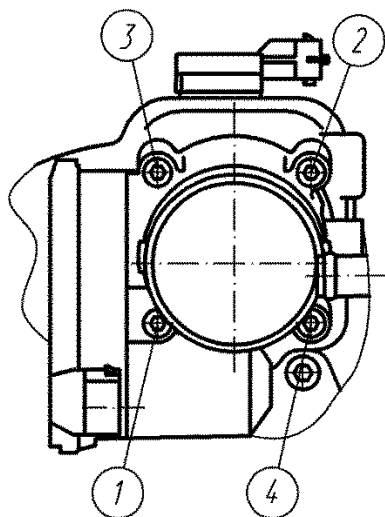

Рисунок 85. Последовательность затяжки винтов крепления дросселя
10. Установить и закрепить к ресиверу дроссель с прокладкой. Винты крепления затягивать в последовательности, указанной на рис.85.